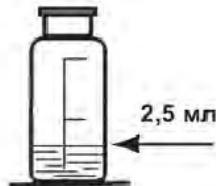

Рисунок 8. Мерная склянка, заполненная анализируемой водой
1. Ополосните мерную склянку несколько раз анализируемой водой. Налейте в склянку 2,5 мл пробы воды, используя для точности пипетку капельницу (Рисунок 8).